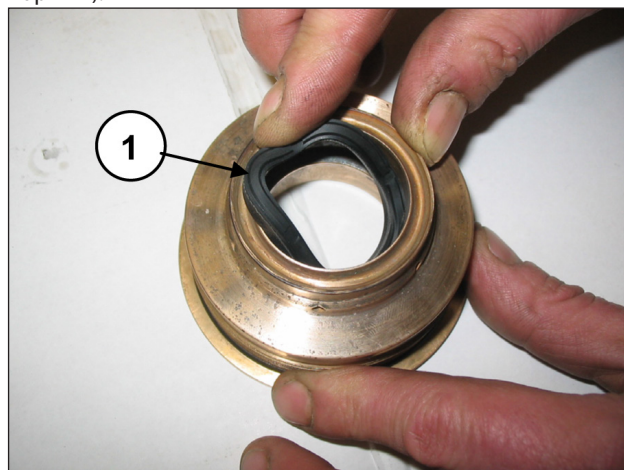

Abb. 149
Setzen Sie die ND-Dichtung in den Dichtungshalter ein (Pos. ①, Abb. 149) und achten Sie hierbei auf die Einbaurichtung mit nach vorn gerichteter Dichtlippe (zum Kopf hin).